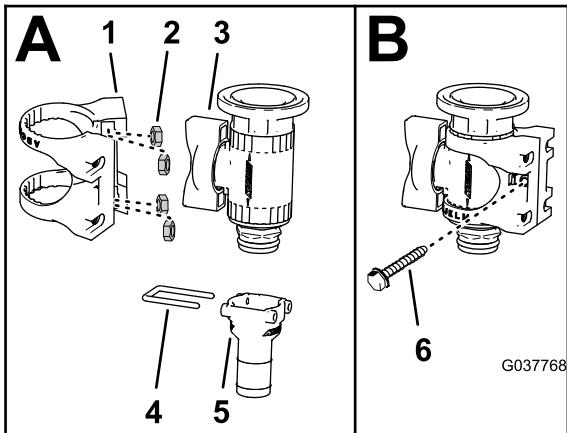

Bild 87
1. Falls sie nicht angebracht sind, setzen Sie die vier Edelstahlmuttern in die Slitze in der Nylonhalterung für das Flanschabstellventil ein (Bild 87).
2. Nehmen Sie das gerade, gezahnte Anschlussstück (3/4") und den Halter vom Absperrventil ab (Bild 87).
3. Befestigen Sie das Flanschabstellventil in der Nylonhalterung, wie in Bild 87 abgebildet.
4. Befestigen Sie die Nylonhalterung mit der Schraube (6-32" x 5/8") am Flanschabstellventil, wie in Bild 87 abgebildet.